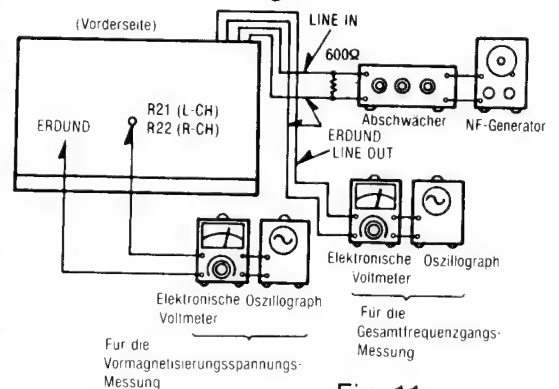

Fig. 11
1. Den Meßaufbau zeigt Fig. 11.